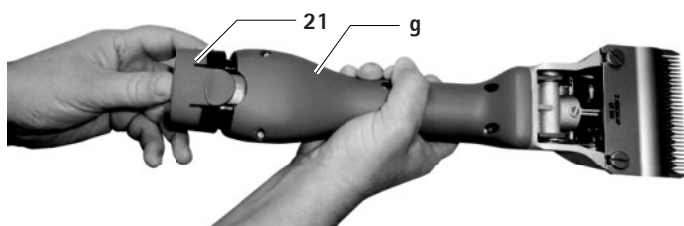

Fig. 2
- Estrarre il caricatore a ioni di litio 21, procedere al caricamento e/o inserire l'accumulatore a ioni di litio GT641 (3INR19/66-1) nella tosatrice ad accumulatore **g**, vedere Fig. 2.